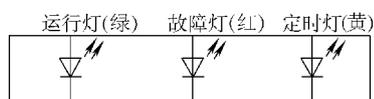

图 10-1 新科 KFR—25 空调器室内机指示灯
(1) 新科 KFR—25 空调器室内机的面板上的指示灯共有 3 个, 如图 10-1 所示。